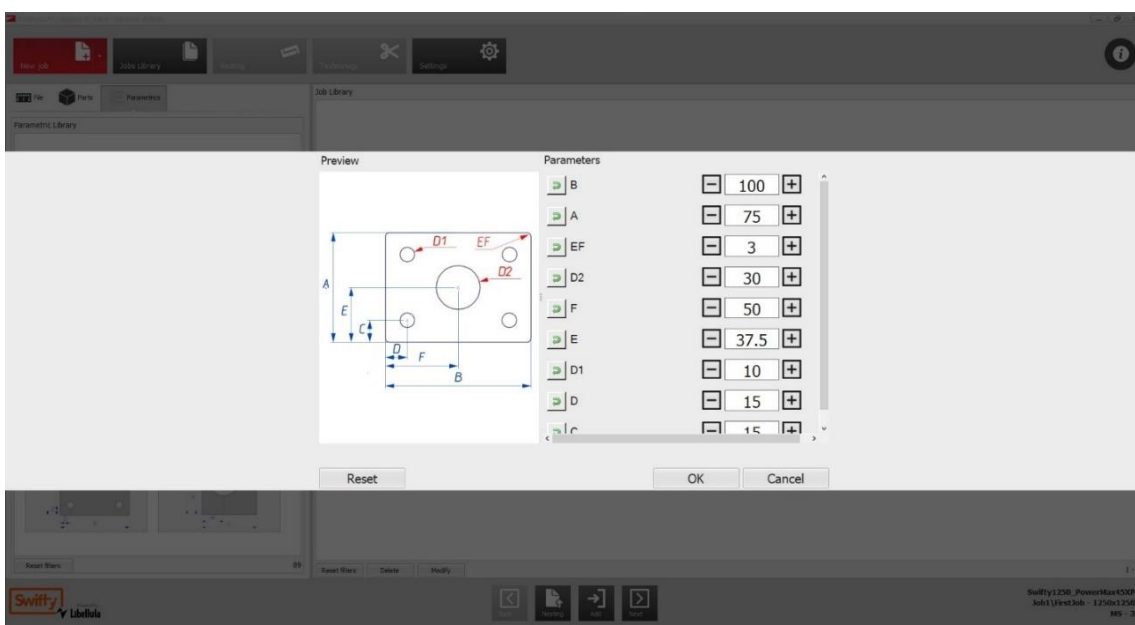

Fig 54 Écran paramétrique
3. L'écran des paramètres s'affiche (Fig 54).